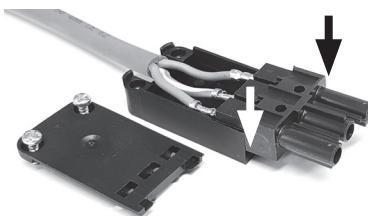

Рис. 11
2. Плотно вдавить среднюю часть в нижнюю часть до упора. Обратите внимание на правильное положение средней части! Смотри Рис. 11.